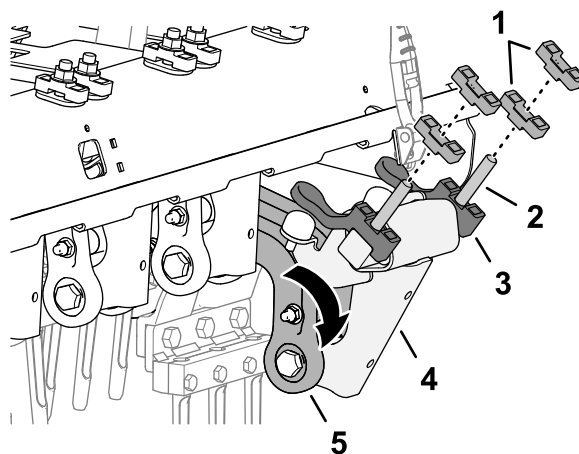

Figura 122
3. Ruotate la connessione dell'ammortizzatore e l'albero dell'ammortizzatore verso il basso (Figura 122).